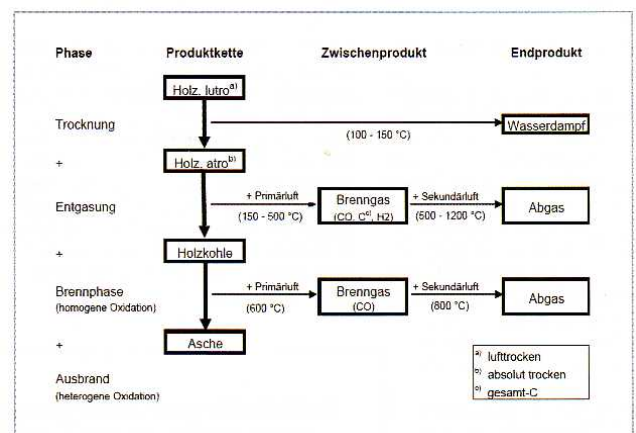

Bild 3: Ablauf der Verbrennung fester Biomasse
4. Der Chefentwickler eines Herstellers drückte es so aus: Gas-Brennwert kein Problem, Öl-Brennwert machbar, Pellet-Brennwert äußerst schwierig. Warum? Holz verbrennt nicht als Feststoff. Der komplexe Vorgang innerhalb eines Kessels läuft in mehreren Stufen ab (Bild 3). Er startet mit der Trocknungs- und Entgasungsphase. In diesen ersten zwei oder drei Minuten gibt das Material zunächst Wasser